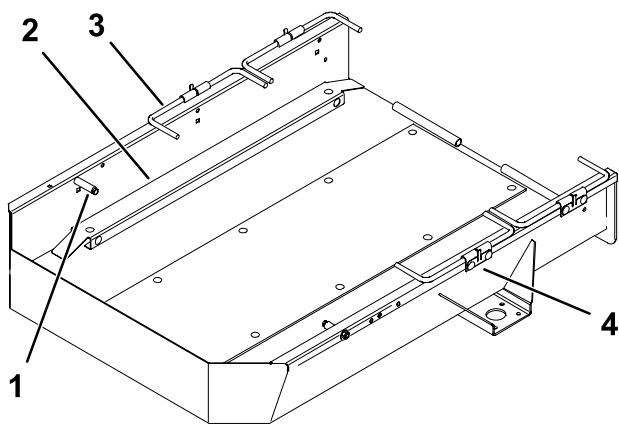

图1
- 如已安装，请卸下将标准嵌入件固定至斜面底部的紧固件，然后取下嵌入件（图1）。
4. 从拖车上拆下现有的拖车止动器、车轮杆和支架（图1）。